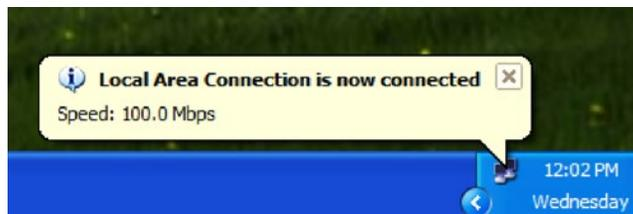

Figura 5-11 Confirmación de conexión de área local
- 5) Después de haber realizado la conexión, verá el mensaje que se muestra en la Figura 5-11 en la parte inferior derecha de la pantalla de la computadora. Haga doble clic sobre el ícono de red.
- 4) Después de haber realizado la conexión, verá el mensaje que se muestra en la Figura 5-11 en la parte inferior derecha de la pantalla de la computadora. Haga doble clic sobre el ícono de red.